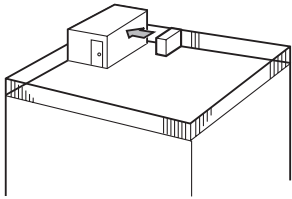

Fig. 2-3
- ① Hava çıkışını, en yakındaki duvara doğru, duvardan yaklaşık 50 cm uzaklıkta olacak şekilde yerleştiriniz. (Fig. 2-3)